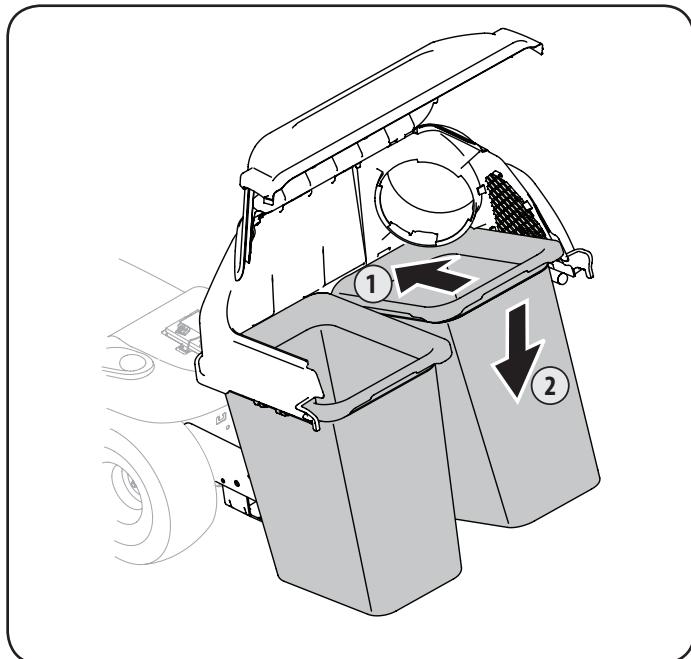

Figure 18
7. Installez les deux ensembles de sac à herbe avec les côtés des filets à mailles serrées faisant face vers l'avant, sur les supports de fixation des sacs, en insérant d'abord le bord avant, comme illustré à la Figure 18, puis en déposant le bord arrière jusqu'à ce qu'il s'insère dans l'ensemble.